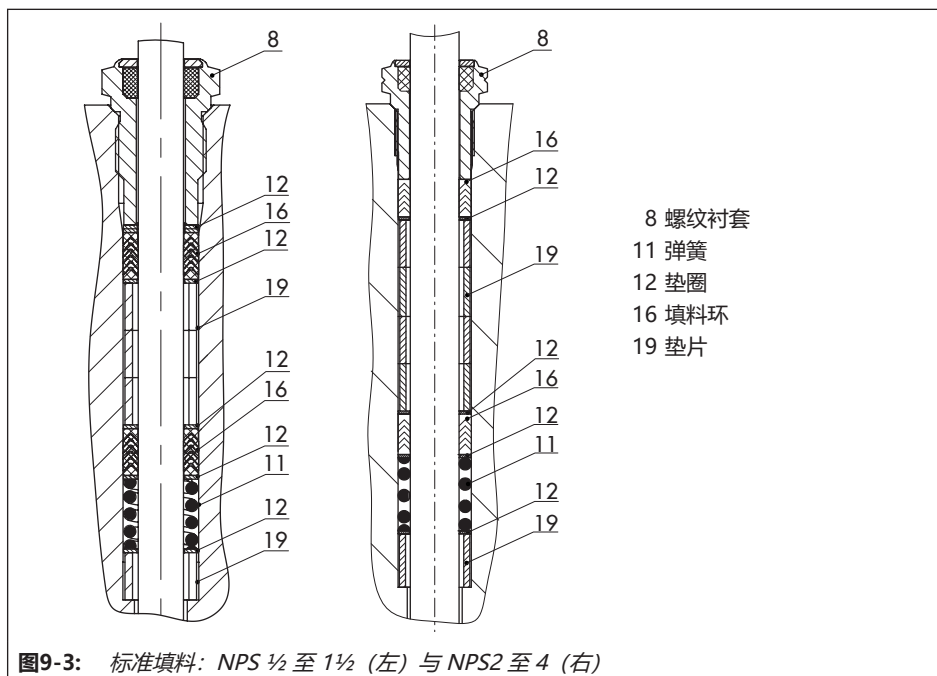

图9-3: 标准填料: NPS ½ 至 1½ (左) 与 NPS2 至 4 (右)
12. 使用合适的工具小心地将填料部件滑过阀杆进入填料腔。按照正确的顺序 (请参见图9-3)。
13. 将阀芯 (5) 紧紧按入阀座 (4)。用阀体螺母 (14) 固定好法兰 (2)。以交叉方式逐渐拧紧螺母。遵循拧紧扭矩。
14. 拧入并拧紧螺纹衬套 (8)。遵循拧紧扭矩。
15. 将支架 (3) 放到法兰 (2) 上并使用槽形螺母 (92) 紧固。
16. 将锁紧螺母 (10) 和阀杆接头螺母 (9) 松散地拧到阀杆上。
12. 使用合适的工具小心地将填料部件滑过阀杆进入填料函。按照正确的顺序 (请参见图9-3)。
13. 将阀芯 (5) 紧紧按入阀座 (4)。用阀体螺母 (14) 固定好延长段 (21)。以交叉方式逐渐拧紧螺母。遵循拧紧扭矩。
15. 将支架 (3) 放在延长段 (21) 上并使用槽形螺母 (92) 紧固。
16. 使用合适的工具小心地将填料部件滑过阀杆进入填料函。按照正确的顺序 (请参见图9-3)。
17. 将阀芯 (5) 紧紧按入阀座 (4)。用阀体螺母 (14) 固定好法兰 (2)。以交叉方式逐渐拧紧螺母。遵循拧紧扭矩。
18. 拧入并拧紧螺纹衬套 (8)。遵循拧紧扭矩。
19. 将支架 (3) 放在法兰 (2) 上并使用槽形螺母 (92) 紧固。
20. 将锁紧螺母 (10) 和阀杆接头螺母 (9) 松散地拧到阀杆上。
16. 使用合适的工具小心地将填料部件滑过阀杆延长件进入填料腔。按照正确的顺序 (请参见图9-3)。
17. 将阀芯 (5) 紧紧按入阀座 (4)。用阀体螺母 (14) 固定好延长段 (21)。以交叉方式逐渐拧紧螺母。遵循拧紧扭矩。
19. 将支架 (3) 放在延长段 (21) 上并使用槽形螺母 (92) 紧固。